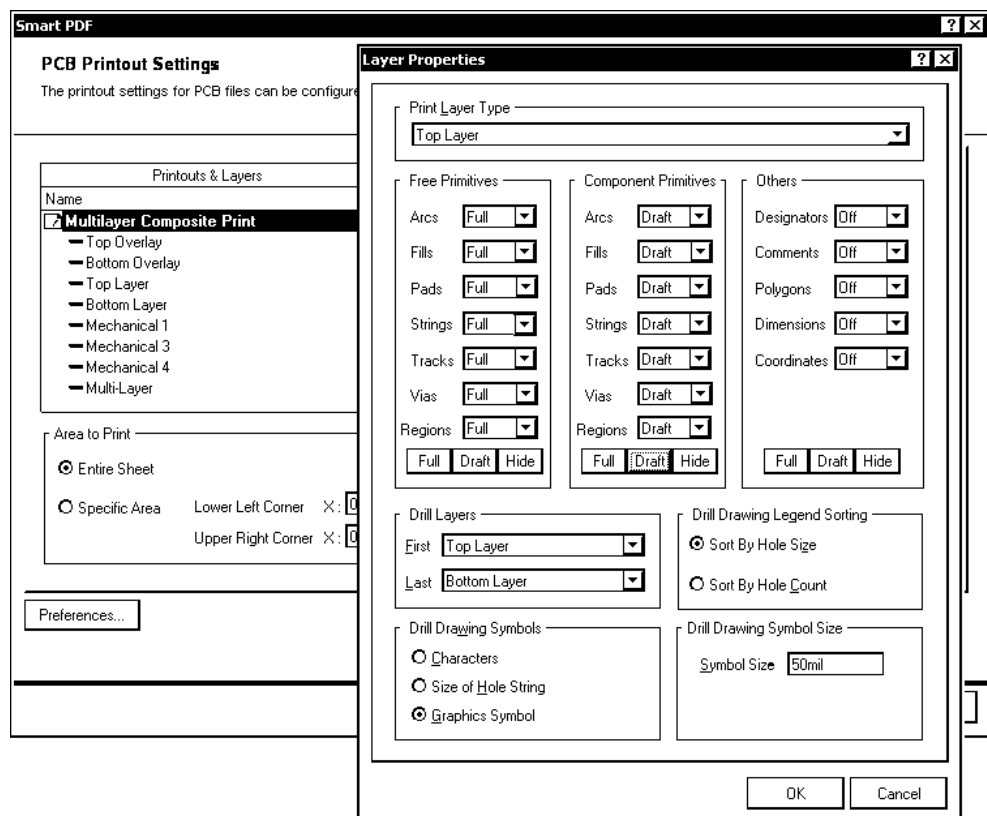

Рис. 13.2. Диалог настройки экспорта в формате Adobe PDF
- На шаге **PCB Printout Settings** (рис. 13.2) настроить видимость слоев и объектов на выбранных слоях в результирующем PDF-документе. Слой указывают курсором, после чего двойным щелчком левой кнопки мыши вызывают диалог настройки видимости объектов на слое.
- Двойной щелчок левой кнопки мыши активизирует окно, аналогичное изображенному на переднем плане рис. 13.2. Кнопки **Full**, **Draft** и **Hide** включают или отключают видимость указанного слоя в данном листе распечатки.